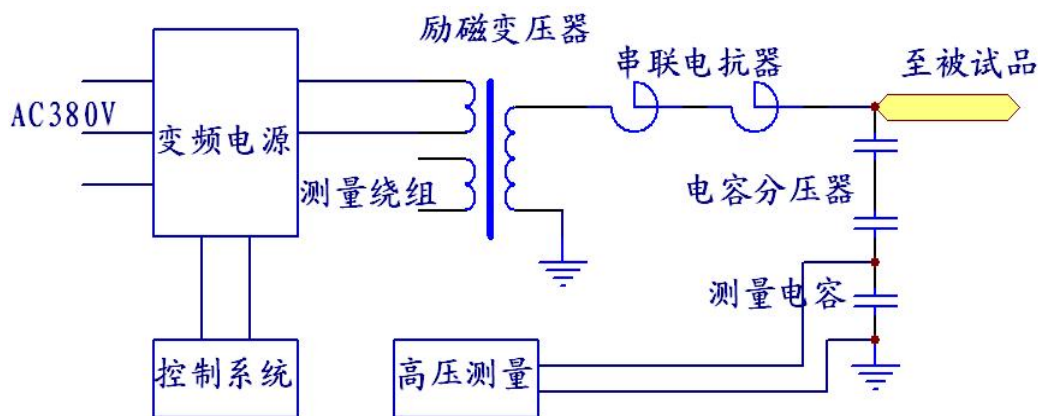

图 32 变频电源装置进行串联谐振交流耐压试验接线图
9.2.1 按照图 32 方式接好回路，试验电压的测量可以通过电容分压器测量。确认试验回路无误后，先不带试品进行空升试验。谐振回路由电抗器和电容分压器组成。整个装置与被试品之间通过一个无晕的高压导线连接。然后设置好分压比、测试电压。过电压保护、测试电流、试验时间、打开高压电流与电压等数据即可进行升压试验。
10.7 变频柜的负载能力必须按图 32 的曲线规定范围内，严禁在低电压时带大电流负载。在曲线的下部分为安全区。超过该区域将增大三极管损耗，严重时导致放大回路的三极管损坏。当超过了曲线，工作在曲线的上方，屏幕上的输出电压和输出电流将闪动提示。如果继续进行试验，变频柜中将会发出跳闸信号，同时屏幕上显示“功率曲线保护”，并且控制箱中发出“嘀嘀”的报警声。此时需要改变中间升压变压器的变比或者降低负载电流才能够继续进行试验。